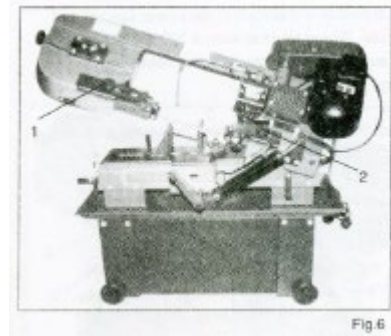

Fig 5
1. Lossa låsbulten (1 – fig. 5)
2. Frigör glidbulten (2) tills drivremmen kan lossas.